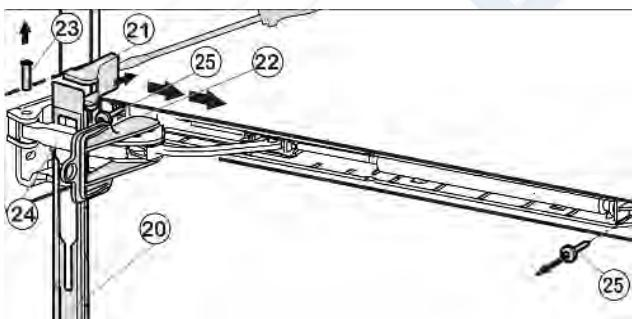

Fig. 10
- Сдвиньте накладку над амортизационной скобой Fig. 10 (24) в направлении устройства вперед.
- Зафиксируйте предохранитель Fig. 10 (22) в продольном пазе.
- Поденьте крышку Fig. 10 (21) отвёрткой с внешней стороны и снимите в направлении наружу.
- Выдавите палец Fig. 10 (23) снизу.
- Нажмите амортизационную скобу Fig. 10 (24) в направлении дверцы.
- Снимите накладку Fig. 10 (20).
- Открутите целиком амортизатор закрывания двери (2 шт. Torx 15) Fig. 10 (25).